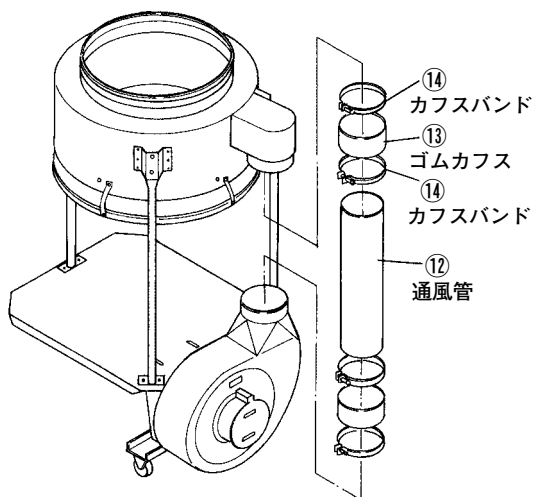

図 9
(6) フィルタバッグ⑮を図9の矢印Aの方向に押し、スプリング部を変形させて、ドラム①の内側の溝部にはめ込みます。
(7) ダストバッグ⑯のホック部⑰をスチールベルト⑱の内側にくぐらせて、カメノコウボルト⑲に5カ所をはめ込みます。
(8) スチールベルト⑱のクランプを固定して組み立て完了です。